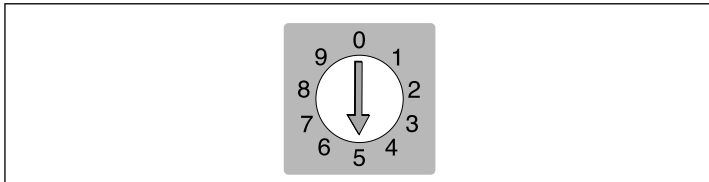

Figure 3: Sélecteur d'adresse SCSI
- A Sélecteur d'adresse SCSI :** pour affecter une adresse, servez-vous d'un tournevis pour orienter la flèche vers un numéro d'adresse compris entre 0 et 6. Ne pas utiliser 7, 8 ou 9. Pour plus de détails, reportez-vous à la figure 3.